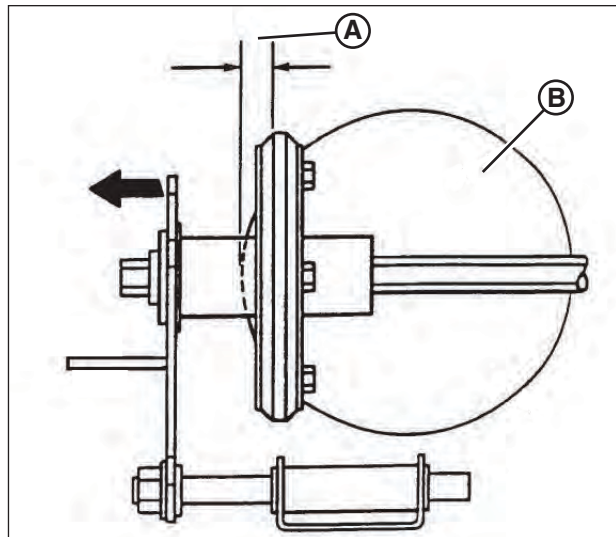

Figure 28 : Réglage approprié du disque entraîné
3. Glisser l'ensemble disque entraîné jusqu'à 1/8 po (**A**, **Figure 28**) du bord extérieur du disque d'entraînement (**B**).